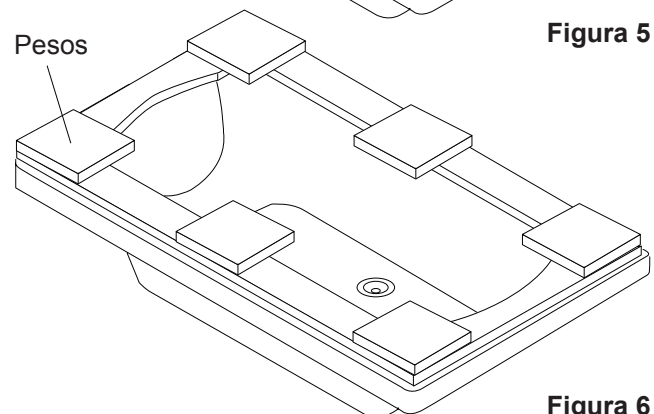

Figura 6
- ⑦ El marco debe estar en contacto con el adhesivo en todos los puntos. Aplique las pesas (de aprox. 5 lb cada una) sobre el marco para sostenerlo en su lugar mientras fragua el adhesivo (Figura 6). Quite de inmediato el exceso de adhesivo con un paño limpio y seco antes de que se endurezca. Antes de continuar, aguarde 24 horas para que el adhesivo se fije.